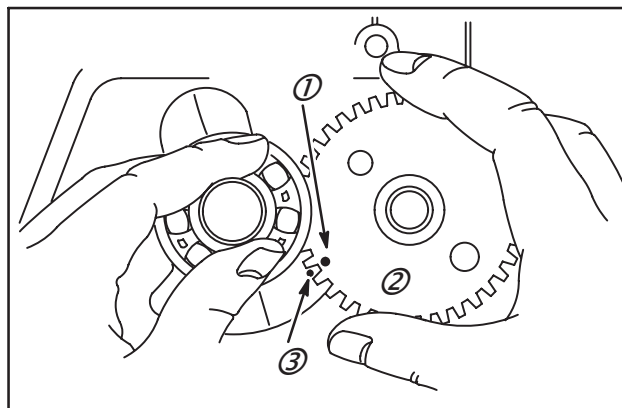

Fig. 14
- Installer le vilebrequin et l'arbre à cames (2) ensemble, les repères de calage (1,3) alignés, Fig. 14.